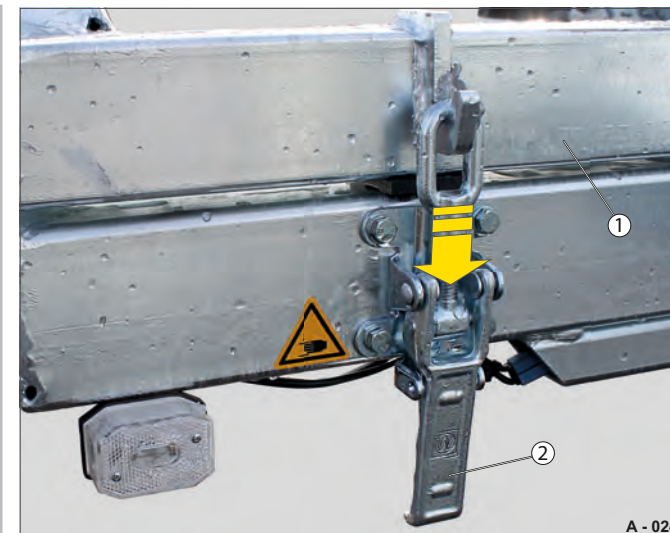

Fig. 15 Tromlestativ låst/kørselsstilling
- ▶ Kontrollér, at begge lukkehåndtag (Fig. 15 /2) er låste. Tromlestativet (Fig. 15 /1) er sikret i kørselsstilling.